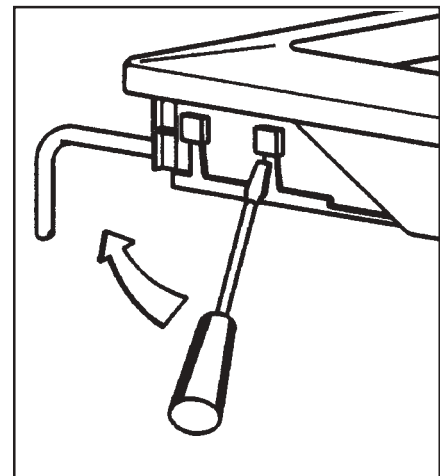

Fig. 5
2. Pressionar ligeiramente e fazer força para cima (Fig.5)